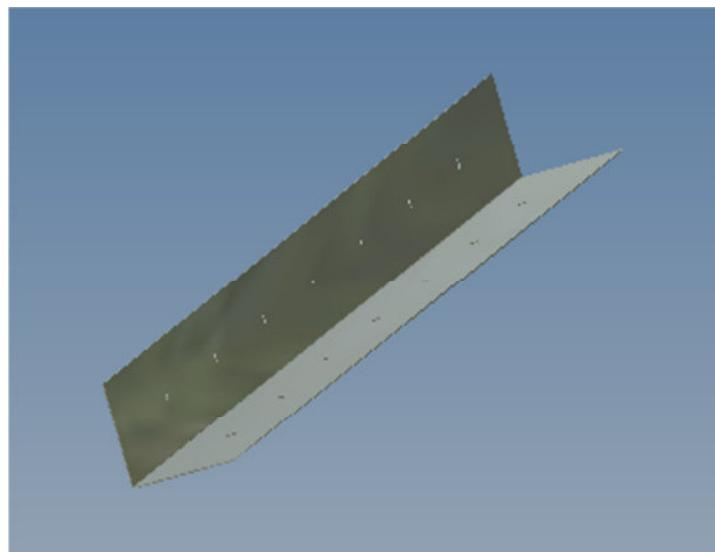
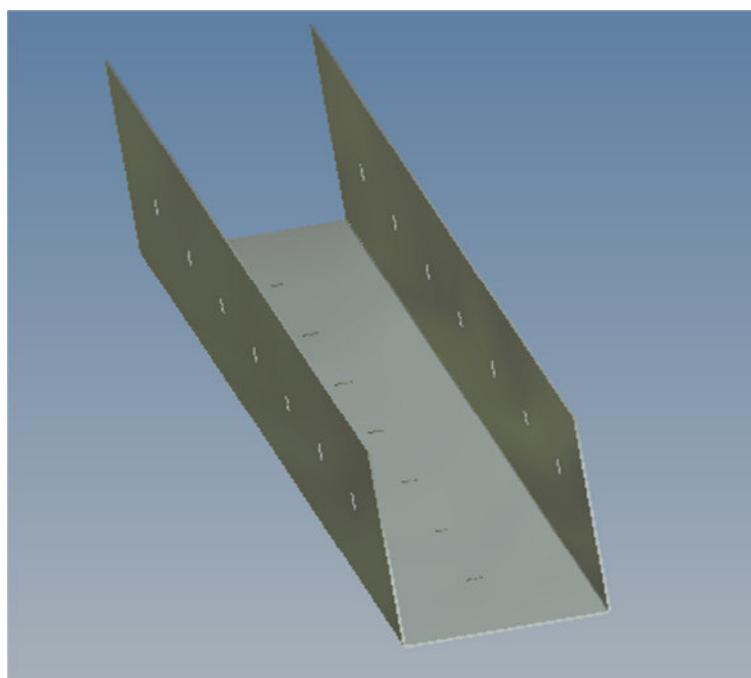

Bild 10 Eckabdichtung
Bild 11 Kreuzabdichtung
3.2.6 Einbau der Eckabdichtungen (Bild 10) und Kreuzabdichtungen (Bild 11) zum Verschließen der konstruktiven Bauteilfugen.